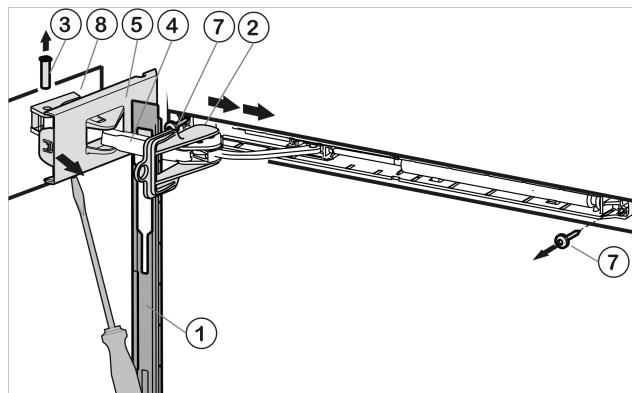

Fig. 6
- Pousser le panneau au-dessus de l'étrier de l'amortisseur Fig. 6 (4) vers l'avant, en direction de l'appareil.
- Encliquer le dispositif d'arrêt Fig. 6 (2) dans le trou longitudinal.
- Détacher le cache Fig. 6 (5) côté charnière avec un tournevis jusqu'au premier encliquetage.
- Chasser le pivot Fig. 6 (3) par le bas.
- Pousser l'étrier de l'amortisseur Fig. 6 (4) direction porte.
- Défaire complètement le cache Fig. 6 (5) côté charnière et l'ôter.
- Ôter le panneau Fig. 6 (1).
- Dévisser l'unité d'amortissement de fermeture (2 Torx® 15) Fig. 6 (7).
- Dévisser l'élément pivotant Fig. 6 (8) et le placer tourné de 180° du côté opposé. Pointer les trous de vissage ou avoir recours à une visseuse sans fil.